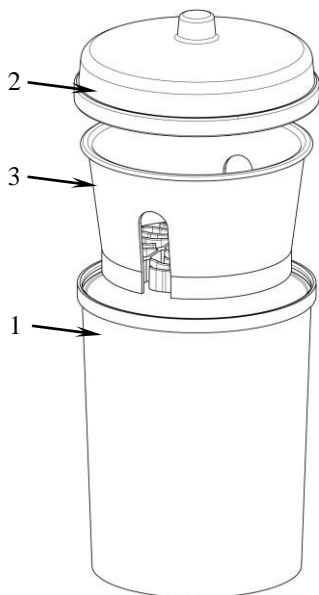

Рис. 1
1.3.1. Емкость (см. рис. 1) состоит из корпуса 1 с бортиками сверху для плотного прилегания крышки 2 и вкладыша 3 для установки термометров.